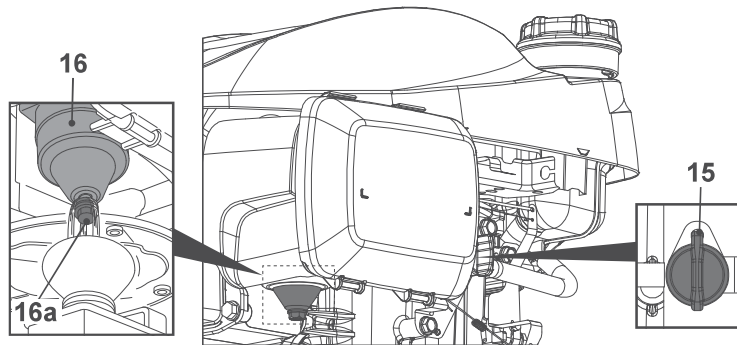

Fig. 33
2. Rode a alavanca da válvula do combustível (15) para a posição de desligada.
4. Desaparafuse o parafuso de drenagem do combustível (16a) e deixe que o combustível esorra para o recipiente (Fig. 33).